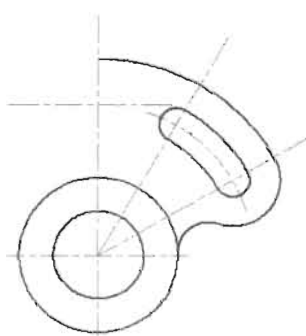

图 4-202
(12) 在命令提示行中输入 `Trim` 命令或单击修改工具栏中的“修剪”按钮, 将图形修剪成如图 4-202 所示的形状。